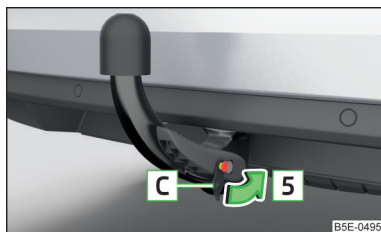

Fig. 303
- Colocar e introducir la tapa [C] en la cerradura en el sentido de la flecha [5] » fig. 303.